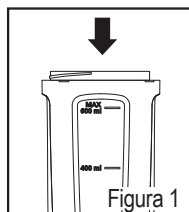

Figura 1
2. Voltee el vaso dejando el lado abierto hacia arriba y coloque todos los ingredientes dentro de él (Figura 1).